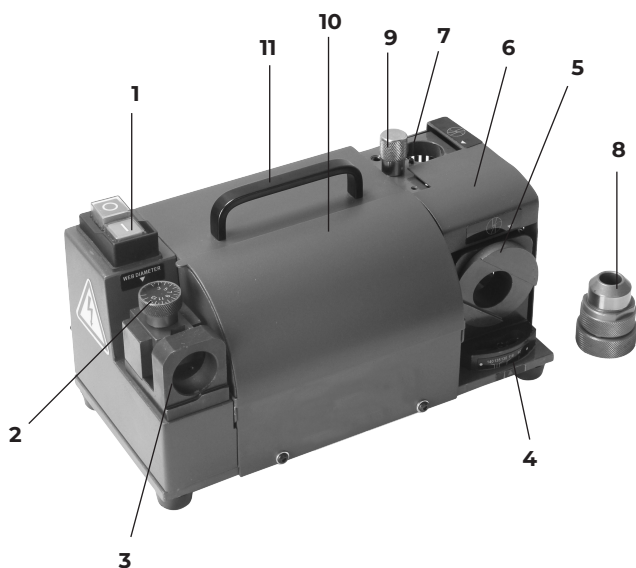

Fig 1
1. Régler le sélecteur (A) au diamètre du foret à l'aide de l'indicateur (pour un foret de 8.2 mm, mettre le repère entre 8 et 8.5 mm).
2. Insérer le mandrin porte-foret avec le foret dans le logement du réglage de la longueur du foret à affûter (3 fig1) et vérifier qu'il est bien bloqué.
3. Mettre en butée le foret (B).
4. Tourne le foret (B) vers la droite.
6. Serrer le mandrin porte-foret (C).
- Si la hauteur de pointe est inférieure à 10 mm, ajouter 1 à 2 graduations sur le sélecteur (2 fig.1).
- Si la hauteur de coupe du foret est différente d'un foret normal, vérifier le parallélisme et choisir ensuite le diamètre sur le sélecteur (2 fig.1).